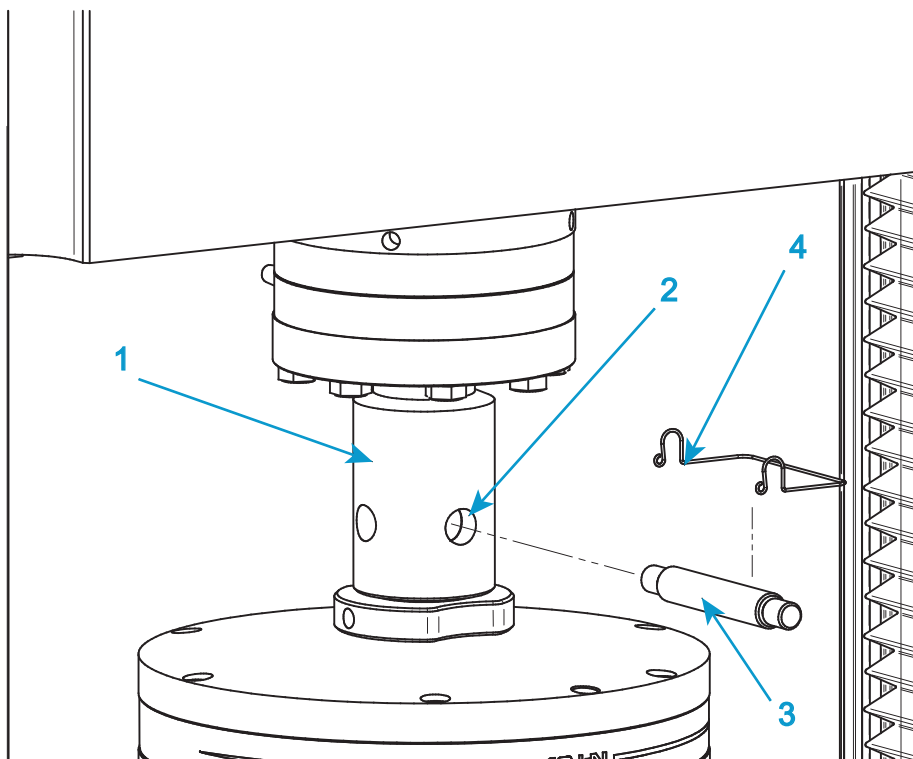

Figure 30. Installation de mâchoire classique
Consultez Figure 30 à la page 114 lorsque vous suivez cette procédure.
1. Pour la mâchoire supérieure, insérez l'adaptateur de la mâchoire dans le connecteur femelle à broche (1 dans la Figure 30) de l'adaptateur de capteur de force.
2. Alignez les trous de broche (2 dans la Figure 30) et insérez la broche (3 dans la Figure 30) par les trous.
3. Fixez la broche en position par la goupille de broche (4 dans la Figure 30).